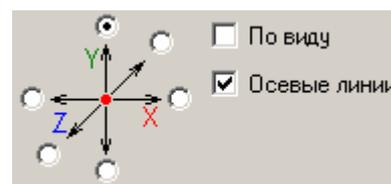

Рис. 133
- Удалить крепежные уголки у перегородки шкафа и выполнить расстановку трех пар шкантов. Для первой тройки шкантов необходимо в окне приложения **Крепёж и комплектующие** сбросить флажок **По виду** и задать направление установки вдоль оси **Y** снизу вверх (рис. 133). После того как выполнена установка нижних шкантов для перегородки на виде сверху (кнопка ), парные им верхние шканты можно просто скопировать.